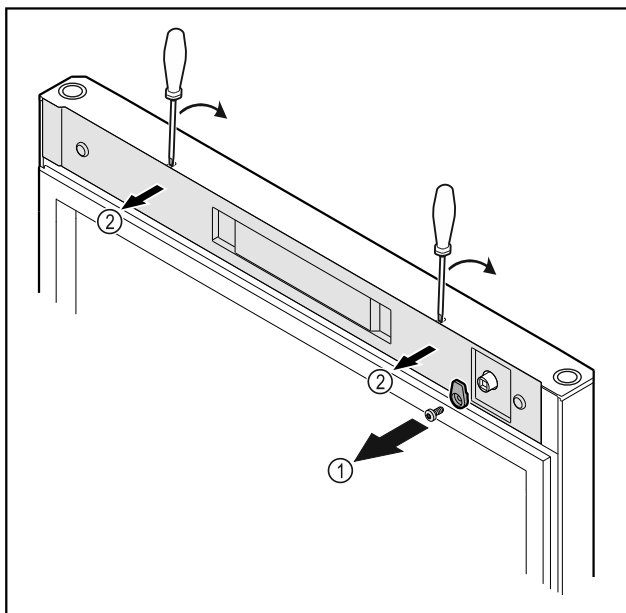

Fig. 16
- Schließhaken Fig. 16 (1) abschrauben.
- Abdeckung Fig. 16 (1) mit einem kleinen Schraubendreher ausrasten und abnehmen.